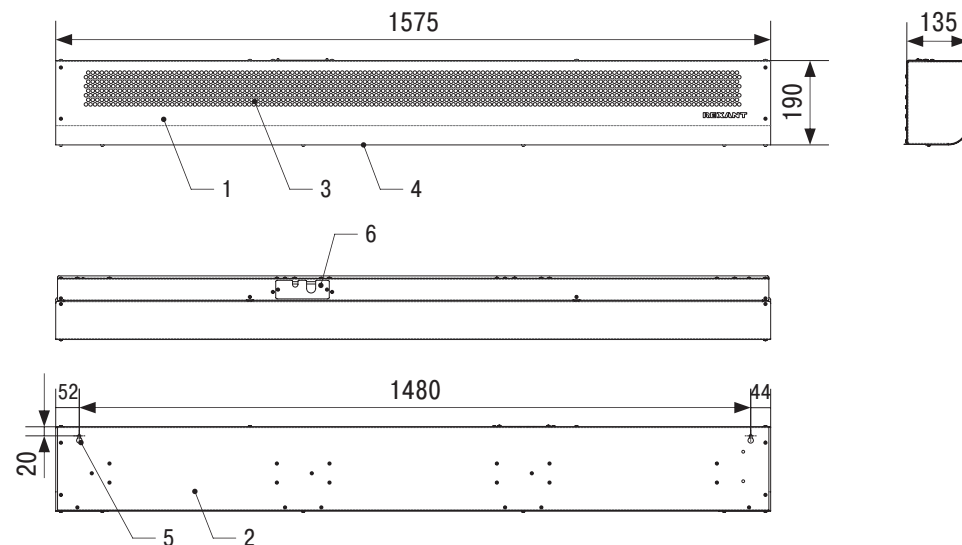

Рисунок 3. Габаритный чертеж и элементы конструкции тепловой завесы
2. Для настенного монтажа обогревателя следует с помощью уровня и рулетки (линейки) разметить отверстия на стене. Межцентровое расстояние посадочных отверстий указано на чертеже (см. рис. 3).